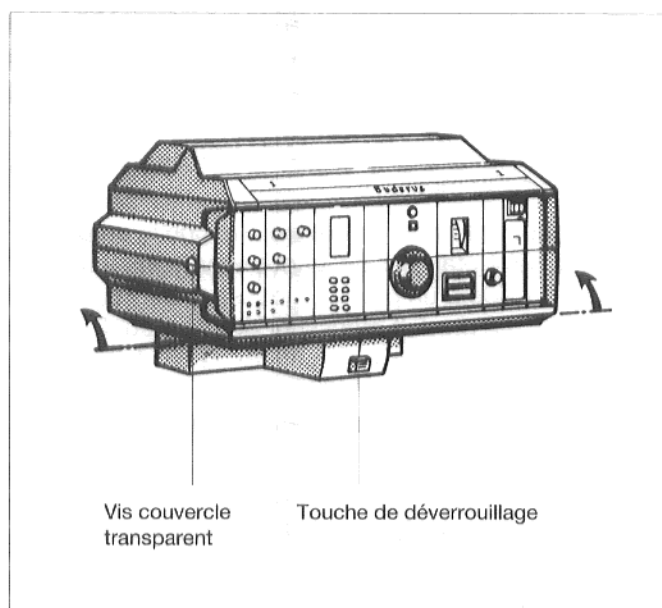

Fig. 18
- Mettre la fente de la vis de fixation du couvercle transparent de l'appareil de régulation en position horizontale, à l'aide d'une pièce de monnaie par ex. Pousser le couvercle par l'avant et remettre la fente de la vis en position verticale (fig. 18).
Pour pouvoir mieux examiner les éléments de réglage de l'appareil de régulation, on peut en faire basculer vers le haut la partie supérieure dans deux positions (fig. 18). Pour la replacer en position de service, appuyer sur la touche de déverrouillage (fig. 18).